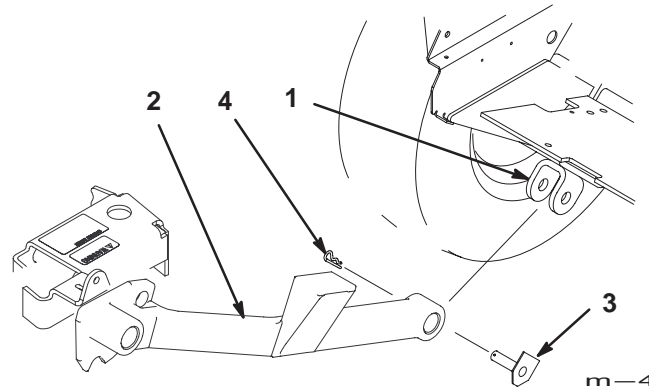

**Bild 27**
11. Entfernen Sie die beiden Muttern und Schrauben, mit denen die Leiste für den Gummischutz befestigt ist. Diese Leiste befindet sich unterhalb der Fahrtschalt- hebel. Klappen Sie den Gummischutz auf das Fußbrett (Bild 27).